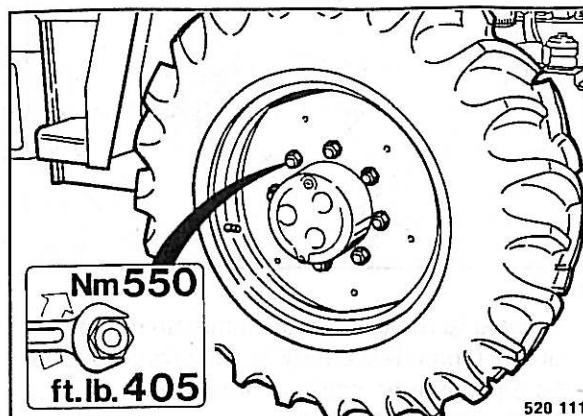

Fig. 121
- Reapretar las tuercas de las ruedas (Fig. 121) en cruz.